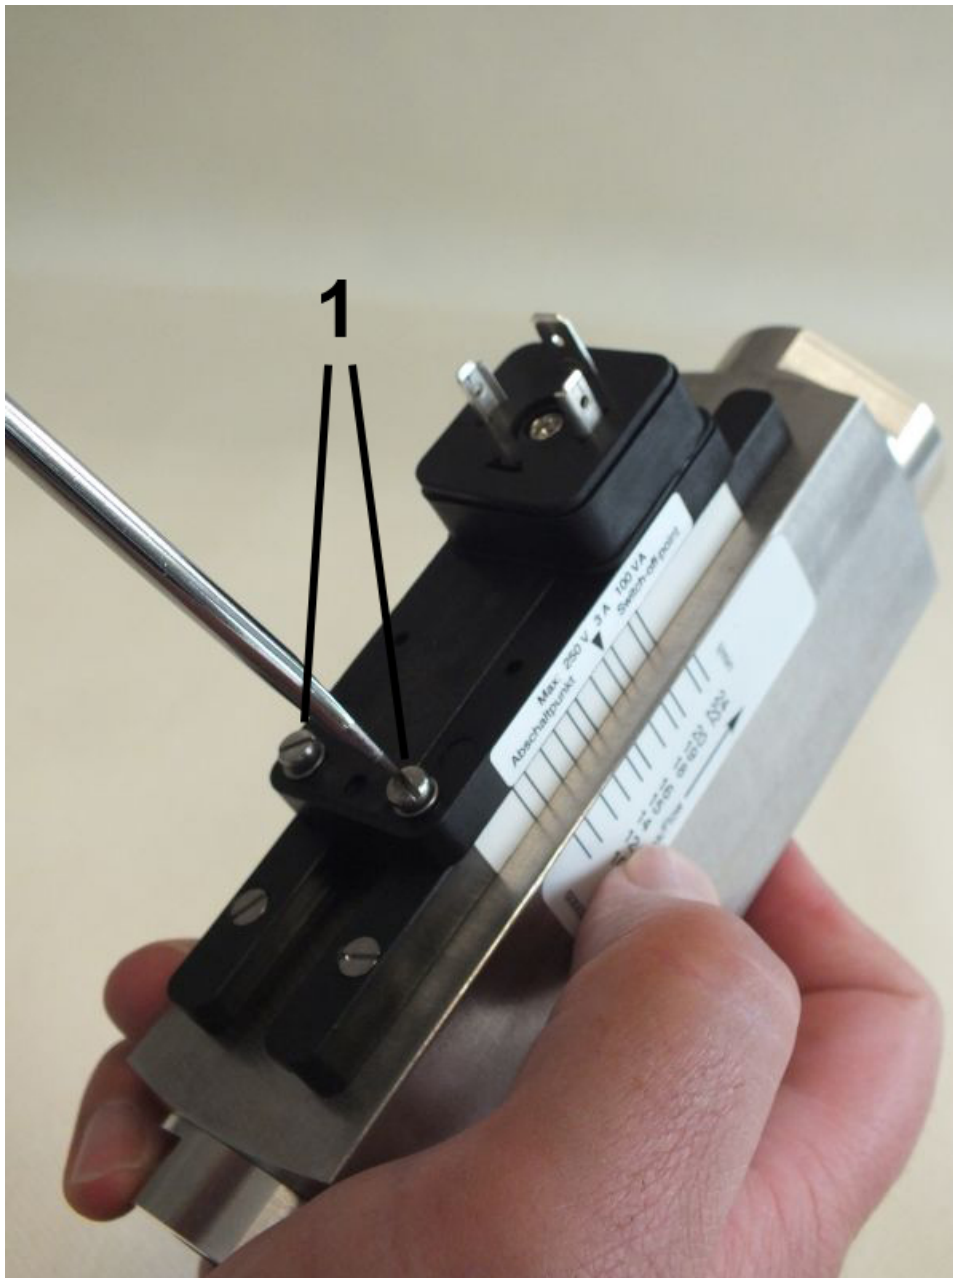

Abb. 39: Feststellschrauben lösen
1. Die Feststellschrauben des Schaltkontaktes (Abb. 39/1) mit einem Schlitzschraubendreher lösen.
3. Feststellschrauben des Schaltkontaktes (Abb. 39/1) mit einem Schlitzschraubenzieher wieder anziehen. Dabei Schrauben-Anziehdrehmoment beachten.